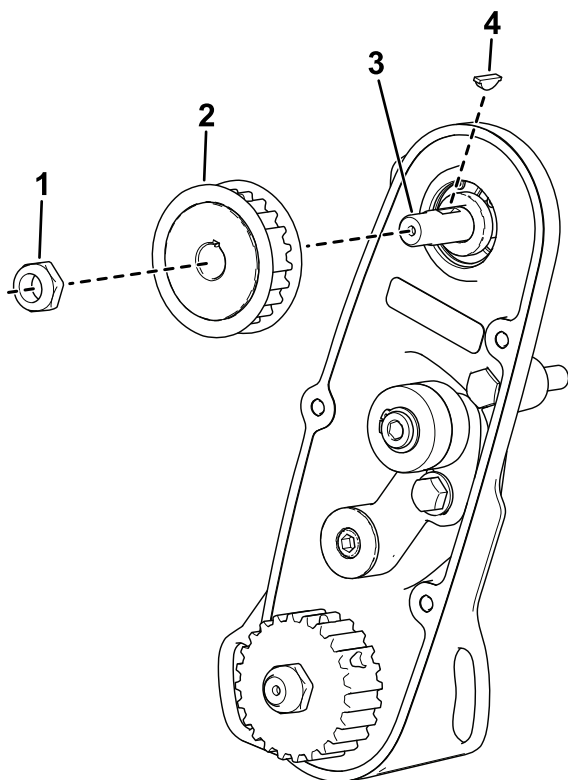

Figura 6
2. Instale la chaveta en la ranura del árbol de transmisión (Figura 6).
3. Instale la polea (Figura 6).
4. Utilice la tuerca para fijar el nuevo árbol de transmisión del molinete al conjunto (Figura 6).